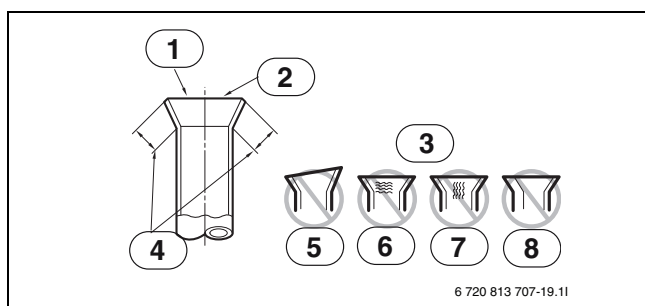

Fig. 20
- Sammenlign nippelforbindelserne med illustrationerne (→fig. 20).